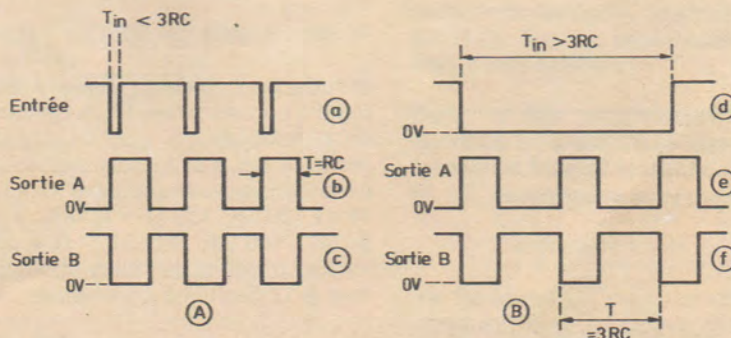

Figure 2
Cela est indiqué à la **figure 2**.
A la **figure 2 (B)** on indique la forme des signaux lorsque la mise au niveau bas (ou zéro) du point 5 dure plus que 3 RC. C'est le fonctionnement en multivibrateur astable, tant que T_{in} n'est pas arrêté par un passage au niveau haut. Comme précédemment lorsque la tension d'entrée passe au niveau zéro, le signal A passe au niveau 1 et le signal B au niveau zéro.